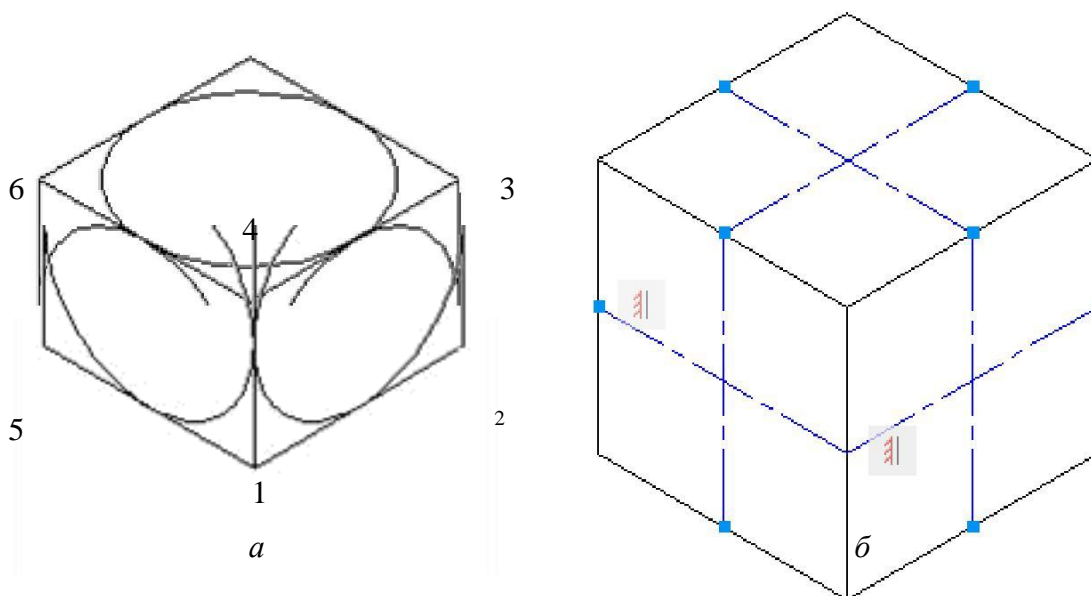

Рис. 1.26. Пример вычерчивания объекта в изометрии
- В результате получится отрезок, определяемый точками 1 и 2 (рис. 1.26, а);
- с помощью команды **Отрезок (Line)** начертить осевые линии грани куба (рис. 1.26, б).